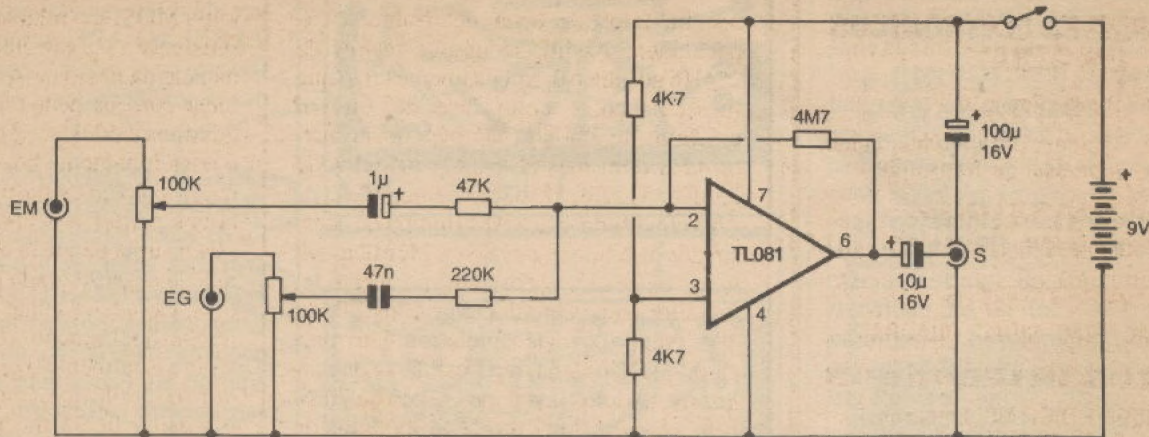

Fig.1
- FIG. 1 - DIAGRAMA ESQUEMÁTICO DO CIRCUITO - Um integrado contendo amplificador operacional (tipo 741...) com sensíveis entradas FET, código TL081, faz todos os trabalhos do circuito, estruturado como simples amplificador inversor (a entrada *não inversora* - pino 3 - encontra-se polarizada a *meia tensão* de alimentação, via par de resistores de 4k7...), porém manejando **dois** sinais simultâneos... Observem que, pelo arranjo do circuito, o **ganho** imprimido a cada um dos sinais é